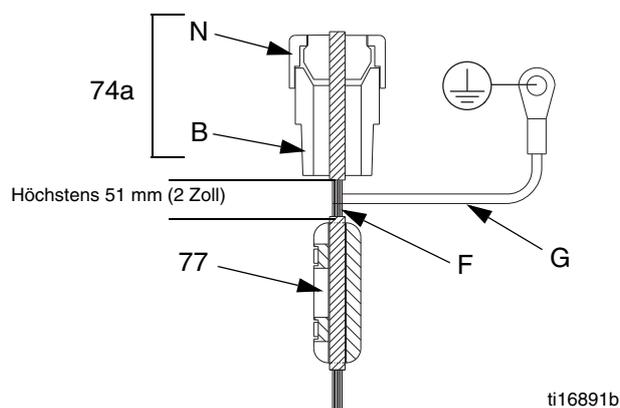

ABB. 11. IS-Schaltbereichsleiter
19. Das IS-Feld-Kabel und die entsprechende Abschirmung durch die leitfähige Zugentlastung (74a) führen und an J2 und J3 anschließen. Siehe ABB. 11 und die **Elektro-Schaltpläne**, Seite 10.
20. Siehe ABB. 11. Die Mutter (N) an der Zugentlastung (74a) sicher festziehen. Den Ferrit (77) am Feldkabel (F) anbringen (nicht weiter als 51 mm (2 Zoll) von der Unterkante der leitfähigen Zugentlastung (74a) entfernt). Installez le fil de terre (G) à la vis de mise à la terre dans la boîte de jonction.
21. Die neue Dichtung (33), die Abdeckung (34) und sechs Schrauben (12) installieren.
22. Entfernen Sie das alte Etikett (L) von der Platinenabdeckung (34). Das neue Etikett (L) auf der Abdeckung anbringen.
23. Den Messfühler durch Eingabe der Kalibrierungsdaten auf dem neuen Etikett (L) kalibrieren:
24. Die Abdeckung (32) mit zwei Schrauben (12) anbringen.